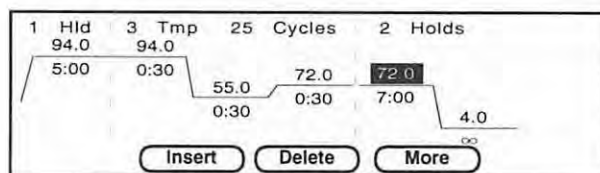

Fig. 2-18 モディフィースクリーン II
2. **F4** -Moreを押すと、ステップ1で選択したパラメーターによって、2つのパターンのうちの1つのモディフィースクリーン II (Fig. 2-18)が表示されます。(P.54, NOTE 参照)